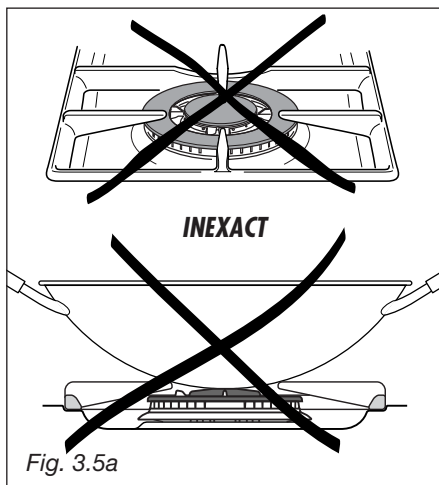

Fig. 3.5a
GRILLE SPECIALE POUR MARMITES "WOK" (Fig. 3.5a - 3.5b)
- Ne pas utiliser cette grille spéciale avec des marmites à fond plat (Fig. 3.5a - 3.5b).